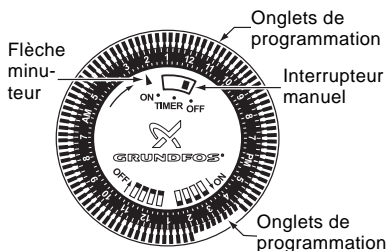

Fig. 7 Composants du minuteur
1. Tourner l'anneau de programmation dans le sens de la flèche située sur le devant du minuteur, jusqu'à ce que la flèche de l'heure pointe vers l'heure actuelle. Voir fig. 7 et 8.